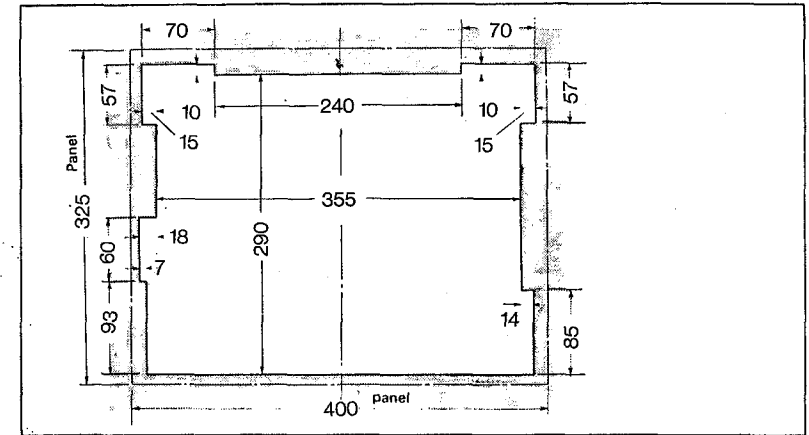

Abb. 13 Montageschablone
(1) In die Schrankwand sind an der für das Tonbandgerät vorgesehenen Stelle gemäß Abb. 13 einige Löcher zu bohren und ein Ausschnitt zu sägen.